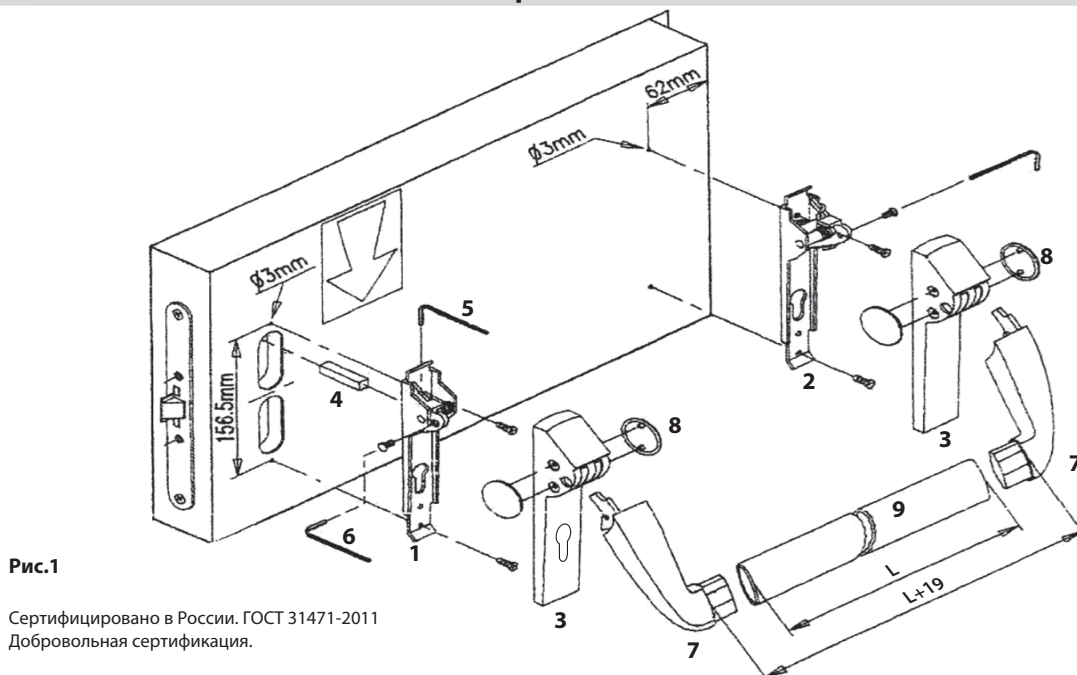

Рис.1
2. Последовательность установки ручки-штанги изображена на (Рис.1).
3. Отрежьте квадрат Рис.1 (п.4) необходимой длины для крепления ручки.
4. Вставьте квадрат в механизм крепления Рис. 1 (п.1) ручки-штанги.
5. Зафиксируйте квадрат винтом с помощью шестигранного ключа 2 мм. Рис. 1 (п.5).
9. Определите местоположения второго механизма крепления Рис. 1 (п.2), не более 970 мм. от первого механизма.
13. Соедините рычаги Рис. 1 (п.7) с трубой ручки-штанги.
15. Наденьте декоративные заглушки Рис. 1 (п.8).